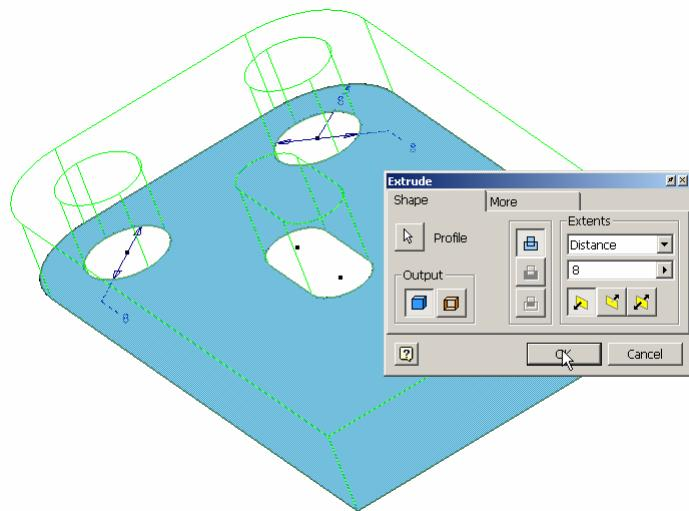

Figura 2.13.3.
- din lista **Extents** - opțiunea **Distance** - distanța de extrudare **8**, figura 2.13.3.